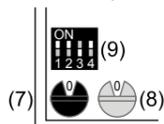

Bild 2: Dreh- und DIP-Schaltäreinstellung
■ Am Tasten-Aufsatz die Gruppenadresse 0-F des schwarzen Drehcodierschalters (Bild 2, 7) entsprechend der Einstellung am BTE-116 Tastenexpander einstellen.
■ Am Tasten-Aufsatz die Teilnehmeradresse des blauen Drehcodierschalters (Bild 2, 8) entsprechend des Klingeltaster-Anschlusses am BTE-116 Tastenexpander einstellen.
■ Den DIP-Schalter für Betriebsarten (Bild 2, 9) entsprechend Tabelle 1 einstellen.